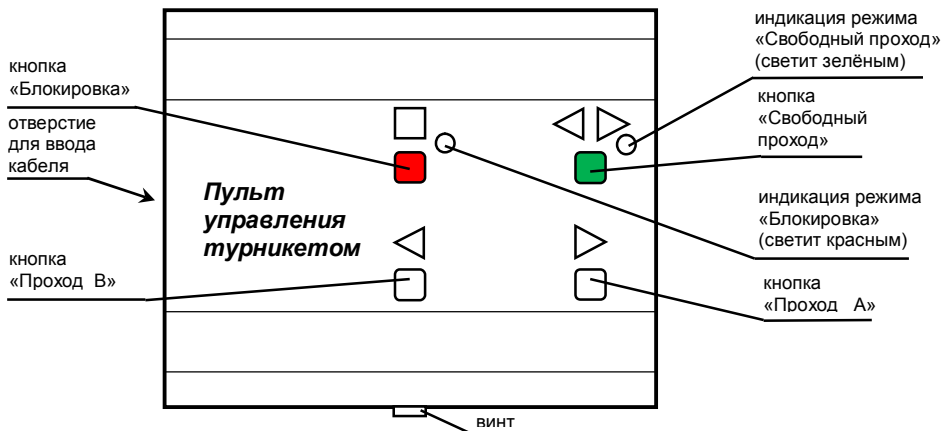
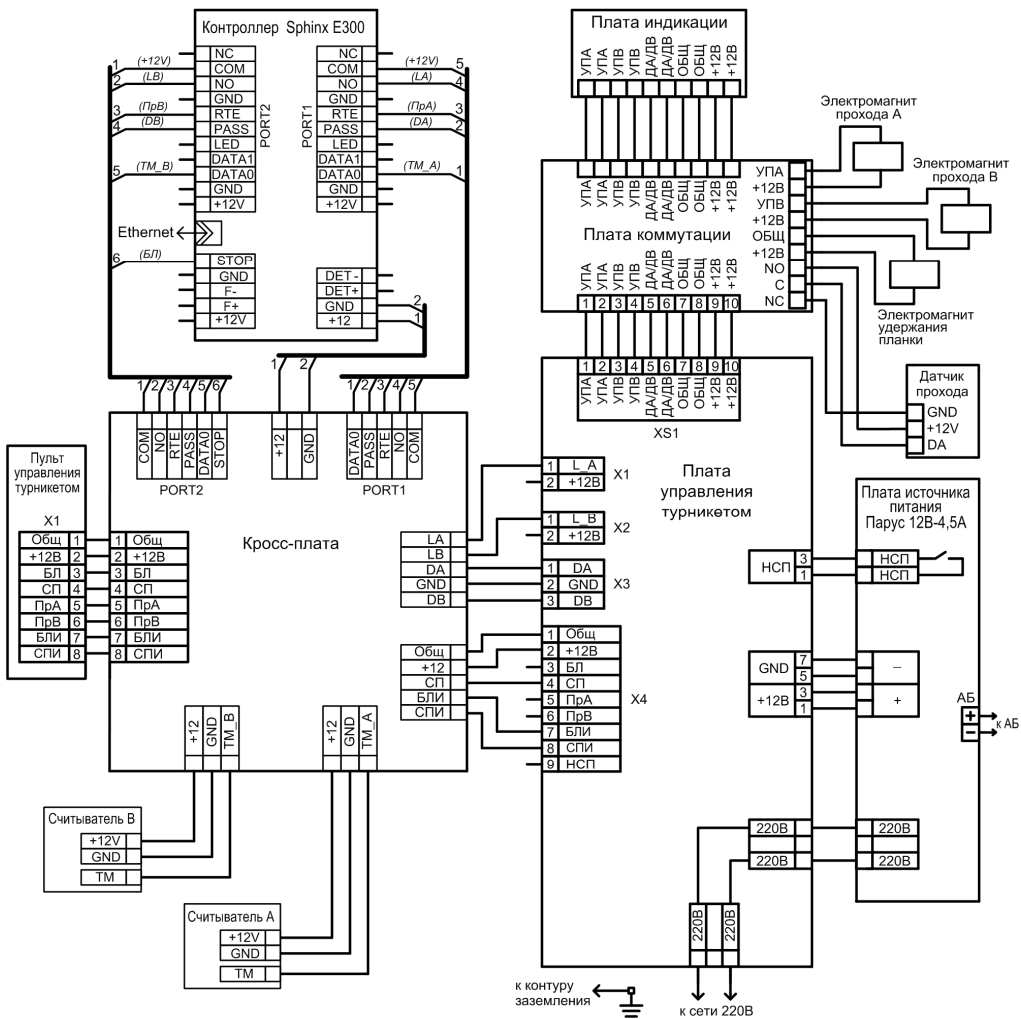

Рис.2 Внешний вид пульта управления
Рис.7 Схема электрическая соединений
Пульт управления турникетом (рис.2) предназначен для ручного дистанционного управления турникетом.
Пульт имеет четыре кнопки (рис.2) для включения (отключения) различных режимов турникета. Ниже описана работа пульта управления при установке переключателей 1 и 2 на плате управления турникетом в положения ON и OFF соответственно (см. пункт 6).
Нажатое положение кнопок «◀▶» и «■» индицируется соответствующими светодиодами на пульте управления (рис.2).
Пульт управления поставляется в комплекте с турникетом и подключается к кросс-плате, см. рис.7.
- подключите кабель пульта управления к клеммнику кросс-платы турникета и к клеммнику пульта (выкрутите винт – рис.2, снимите крышку, на крышке пульта расположена плата с клеммником, проденьте кабель в отверстие, подключите кабель согласно схеме подключения – рис.7, зафиксируйте кабель хомутом, соберите пульт);
- в режиме «Ожидания» нажмите на кнопку «▶» «Проход А» (рис.2). На индикаторе состояния турникета засветится зелёная стрелка – разрешен однократный проход, проверните планки по направлению стрелки. После проворота засветится красный крест – турникет снова в режиме «Ожидания»;